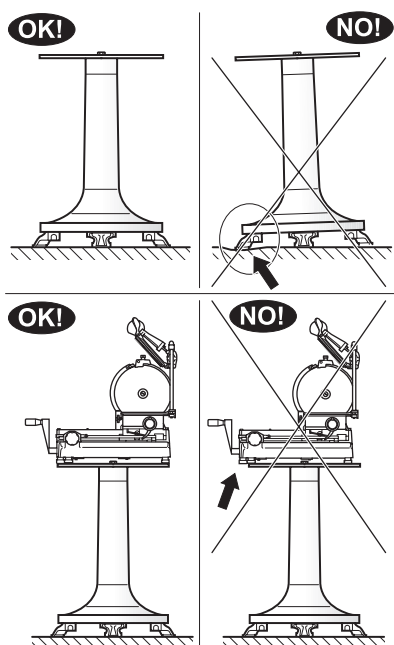

Figure 8-1
1. Assurez-vous que le socle est de niveau et que les trois pieds sont nivelés correctement sur le sol (figure 8-1).